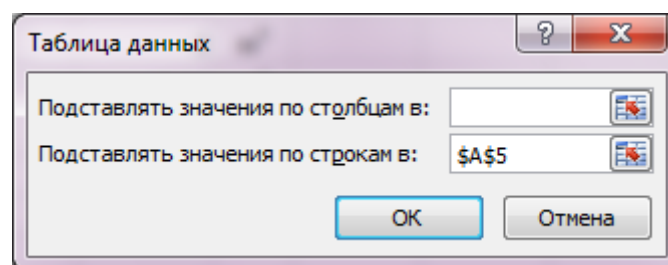

Рисунок 3.6 – Видяг вікна **Таблица данных**
10. У діалоговому вікні **Таблица данных** вкажіть точку вводу в рядок **Подставляют значения по строкам в** і потім клацніть на комірці **A5**. У вікні з'явиться посилання на комірку введення. Для створення таблиці клацніть на кнопці **ОК** (рис. 3.6).